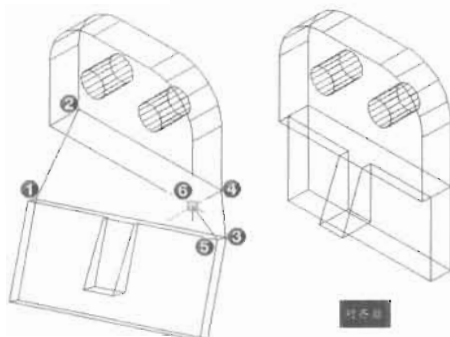

图 14-58
(3) 使用 3 对点方式将模型 2 的顶边与模型 1 的底边对齐, 如图 14-58 所示。在命令提示行输入 Align (对齐) 命令, 命令执行过程如下。